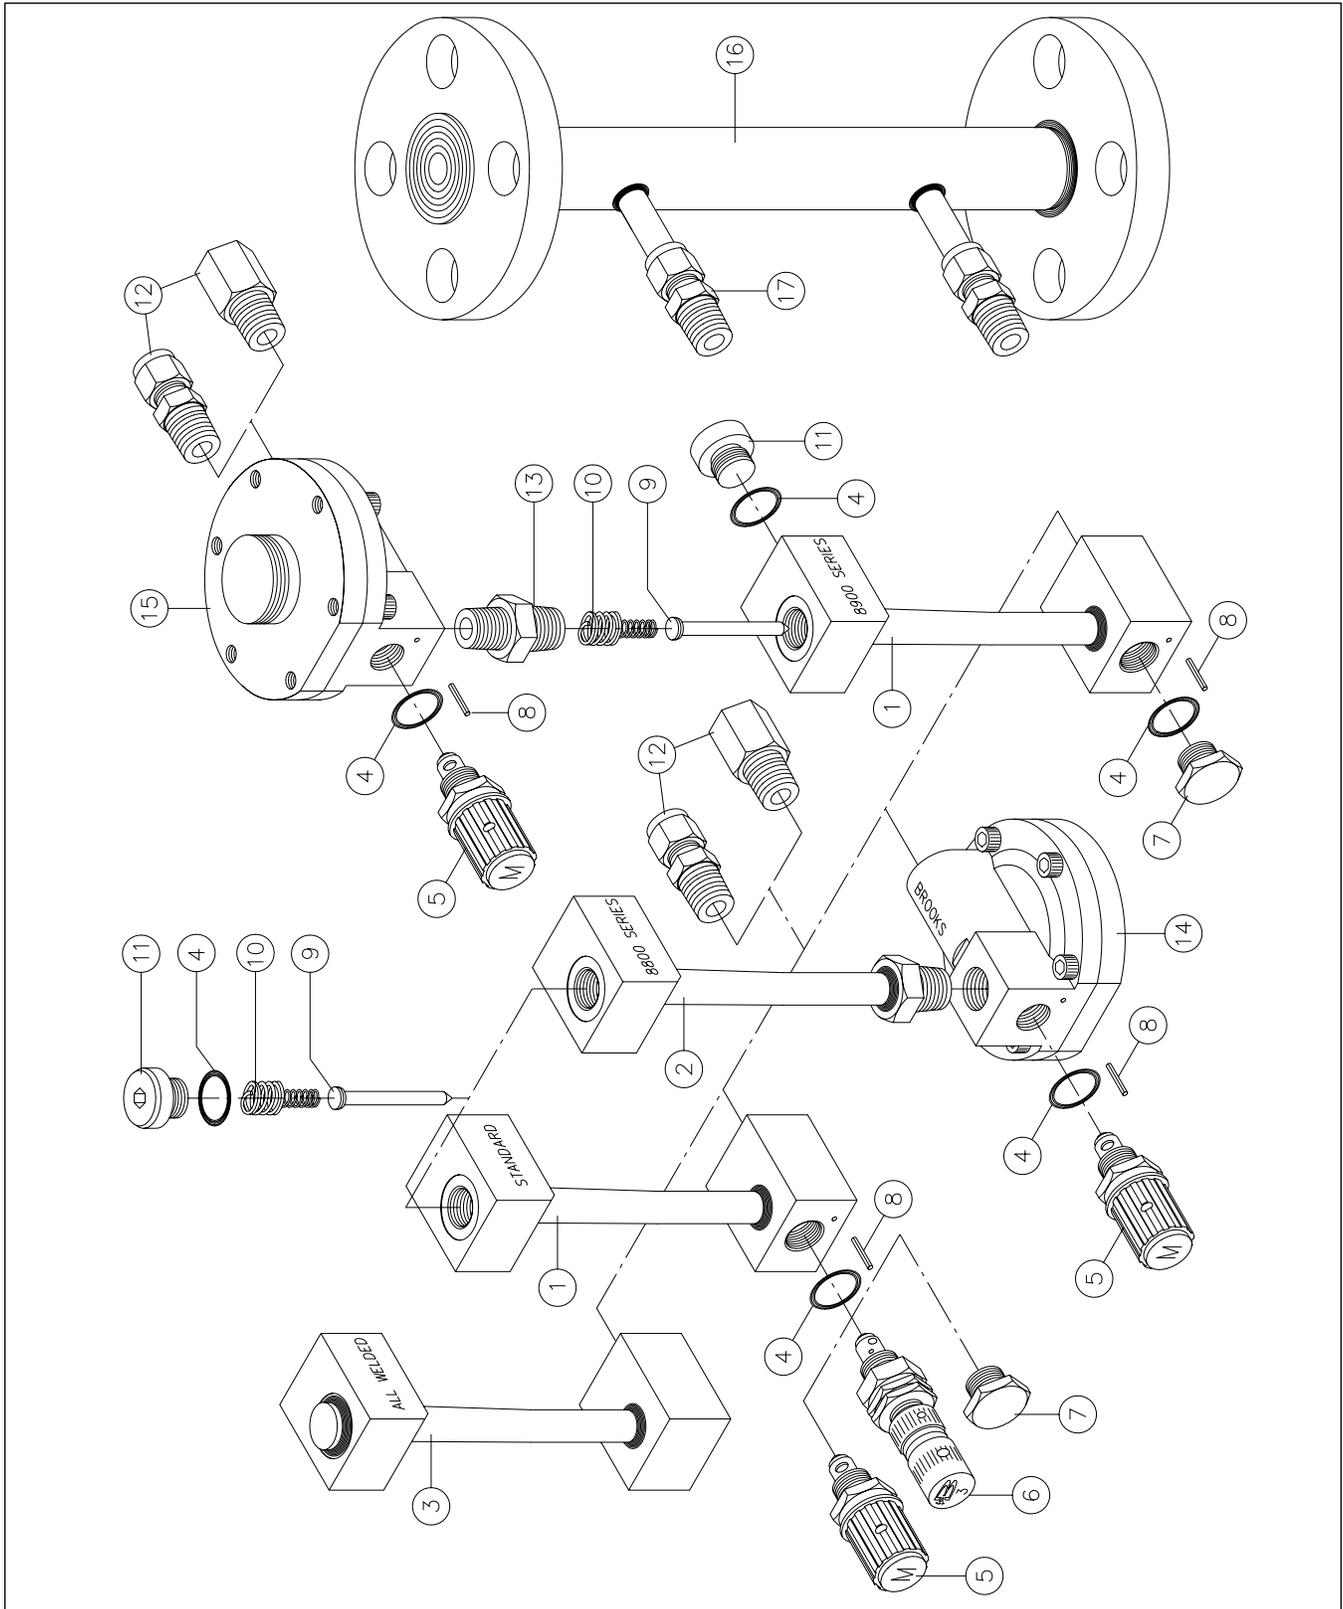

Figura 5-1 Vista esquemática del modelo MT 3750
(Consulte la Figura 5-1 y Tablas 5-1 y 5-2.)
*Tabla 5-1 Modelo MT 3750, lista de recambios recomendados (Consulte la Figura 5-1)*